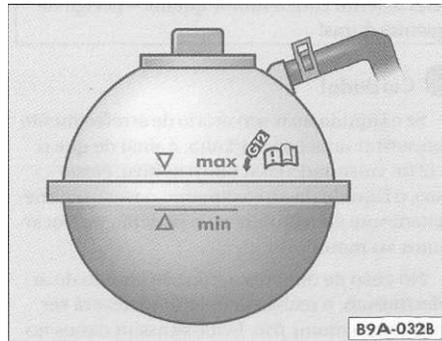

Fig. 100 No compartimento do motor: reservatório de expansão do líquido de arrefecimento
- Verifique, com o motor frio, o nível do líquido de arrefecimento, atentando para as marcas laterais "max" e "min" do reservatório de expansão do líquido de arrefecimento => fig. 100.
- Certifique-se de que o nível do líquido de arrefecimento esteja dentro das marcas => fig. 100, ou pelo menos acima da marca "min". Não abasteça acima da marca "max".